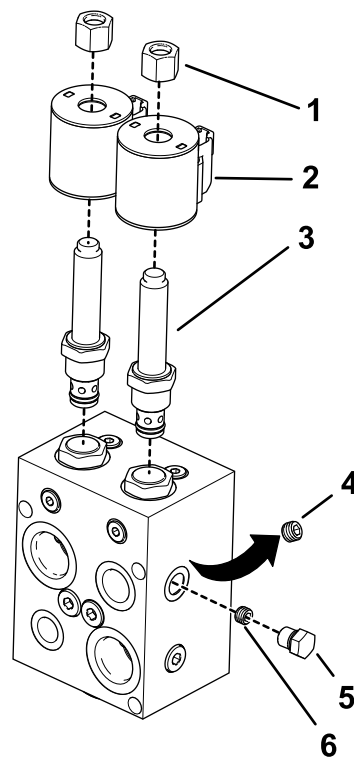

Figura 5
2. Instale as peças adequadas no coletor do divisor de fluxo, como se mostra na Figura 5.